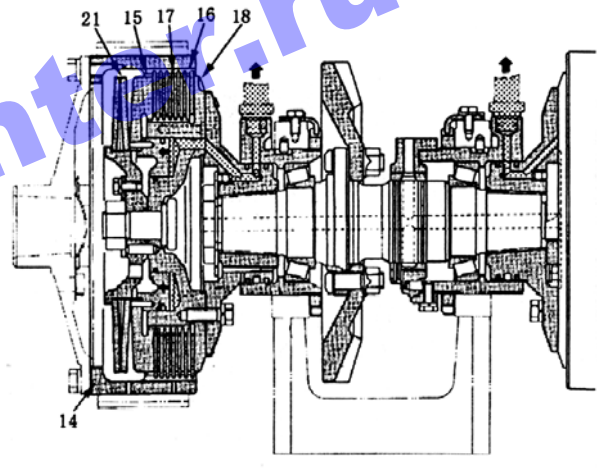

Рис. 5-29.
При отпуске рычага рулевого управления давление масла падает. Пружина муфты рулевого механизма прижимает пластины (17) обратно в исходное положение, устанавливая фрикционные диски (16) и пластины (17) в исходное положение, и происходит передача усилия (см. рис. 5-29).